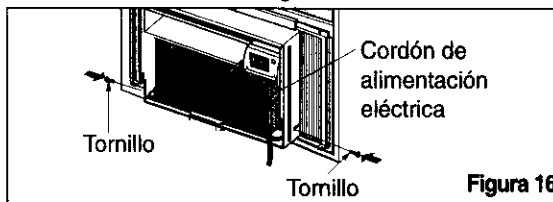

Figura 16
**15** Deslice el chasis metiéndolo dentro del gabinete. (Figura 16)